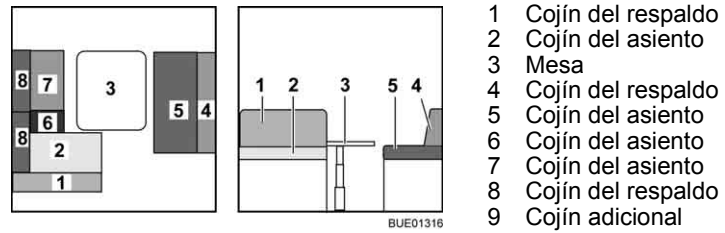

Fig. 142 Antes de la transformación
- Transformar la mesa (Fig. 142,3) en base de cama (véase apartado 6.10).
- Quitar los cojines del respaldo (Fig. 142,1, 4 y 8) y ponerlos a un lado.